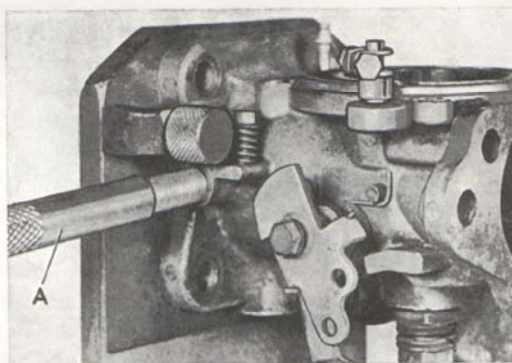

Bild 109. Ipressning av bussning
4. Efter slutförd brotschning, vrid stativets tapp 90°, så att den bildar stopp invändigt i förgasarhuset för bussningarna och driv in dessa med dorn SVO 2402, bild 109.